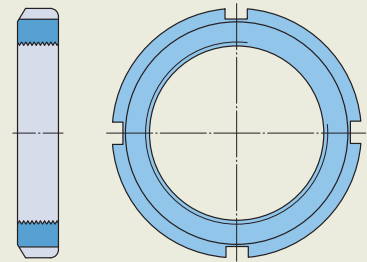
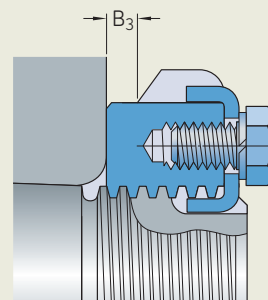

Fig. 3
Fig. 9
- pueden fijarse con la arandela de fijación MB (**fig. 3**) o con una arandela de fijación más fuerte, MB .. A
- que utilizan una arandela de fijación W (**fig. 3**) están disponibles hasta el tamaño 44 inclusive (diámetro de rosca 8.628 pulg.)
- Las arandelas de fijación (fig. 3, **página 1093**) enganchan un canal chavetero en la rosca de un manguito de fijación o eje. La arandela fija la tuerca en posición cuando una de las lengüetas de la arandela se dobla hacia una de las ranuras del diámetro exterior de la tuerca (fig. 9).